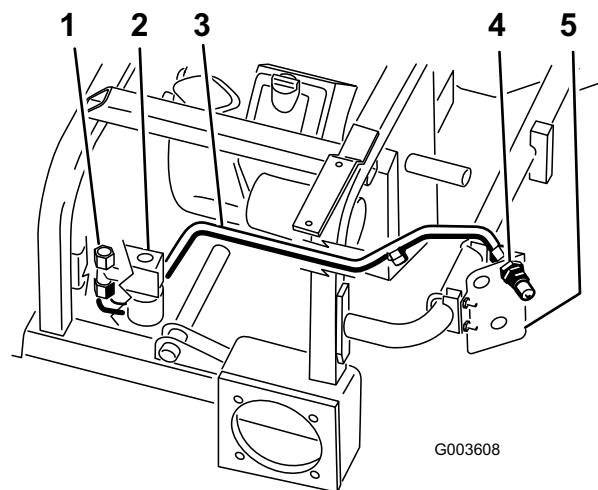

図 14
1. 図 14を参照して、油圧ライン #1 をマシンに取り付ける。
2. 油圧ライン #1 を、バルブの側面に取り付けたT字フィッティングに接続する (図 14)。
3. 油圧ライン #1 を上カップラ (オス) に接続する (図 14)。